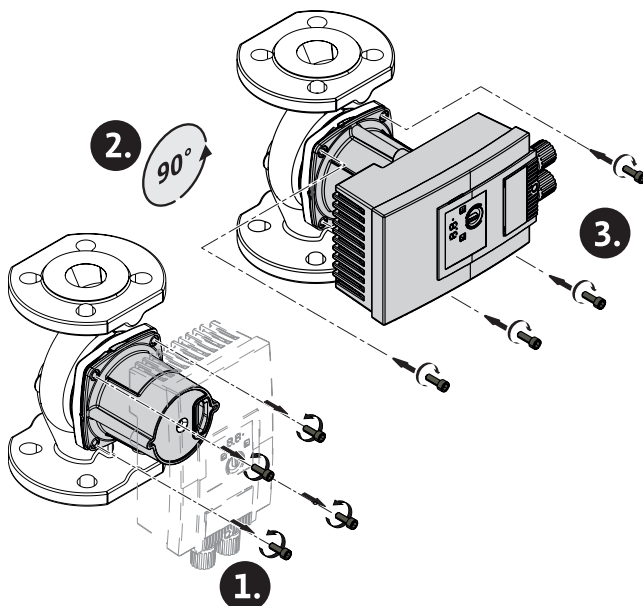

Fig. 5: Ευθυγράμμιση κινητήρα
2. Λύστε την κεφαλή του κινητήρα και περιστρέψτε την προσεκτικά → Fig. 5.